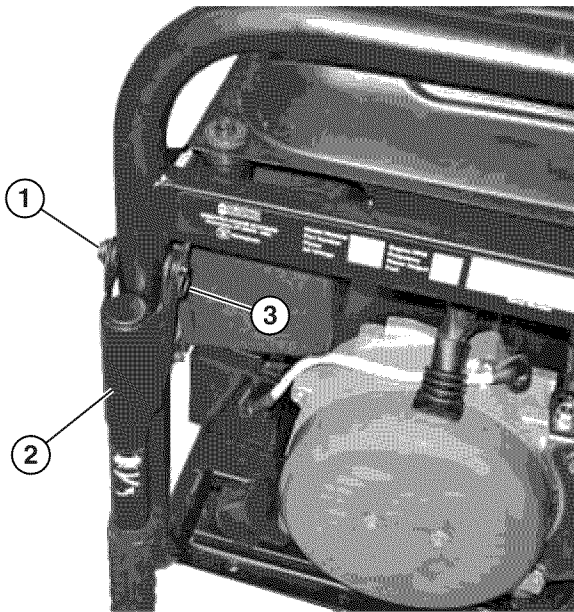

Figura 14 – Colocación de las manijas
7. Coloque las manijas usando el pasador de horquilla y la chaveta de horquilla como se indica en la Figura 14.